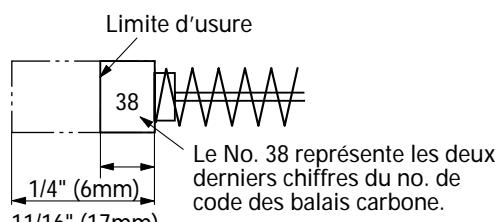
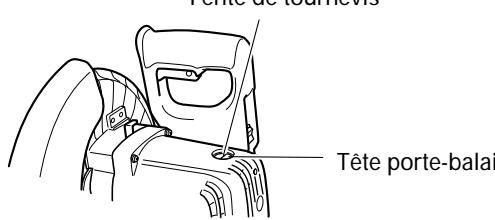

Fig. 35
Fig. 36
- Inspecter les balais carbone (Fig. 35 et Fig. 36)
Les balais carbone du moteur sont des pièces consommables. Si les balais en carbone sont usés, le moteur risque d'avoir des anomalies. En conséquence, inspecter périodiquement les balais en carbone et les remplacer lorsqu'ils ont atteint la limite d'usure comme indiqué à la Fig. 35.
Par ailleurs, maintenir les balais carbone propres de façon qu'ils glissent régulièrement dans les porte-balai. Les balais carbone sont faciles à retirer ; pour cela, retirer les têtes porte-balai (voir Fig. 36) avec un tournevis à tête plate (signe moins).